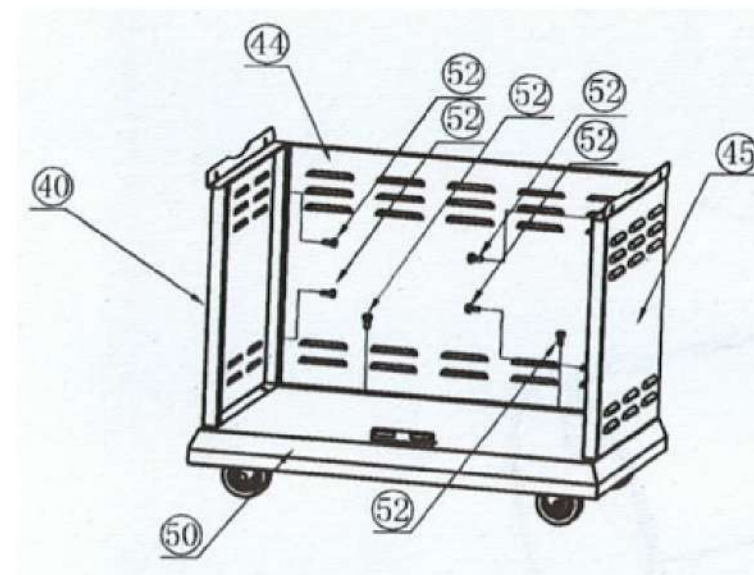

Рисунок 3
В) Закрепите заднюю панель (44) к основанию (50), левой панели (40) и правой панели (45) с помощью винтов $\frac{1}{4}$ -20*1 (M6x20) (52) как указано на рис. 3.